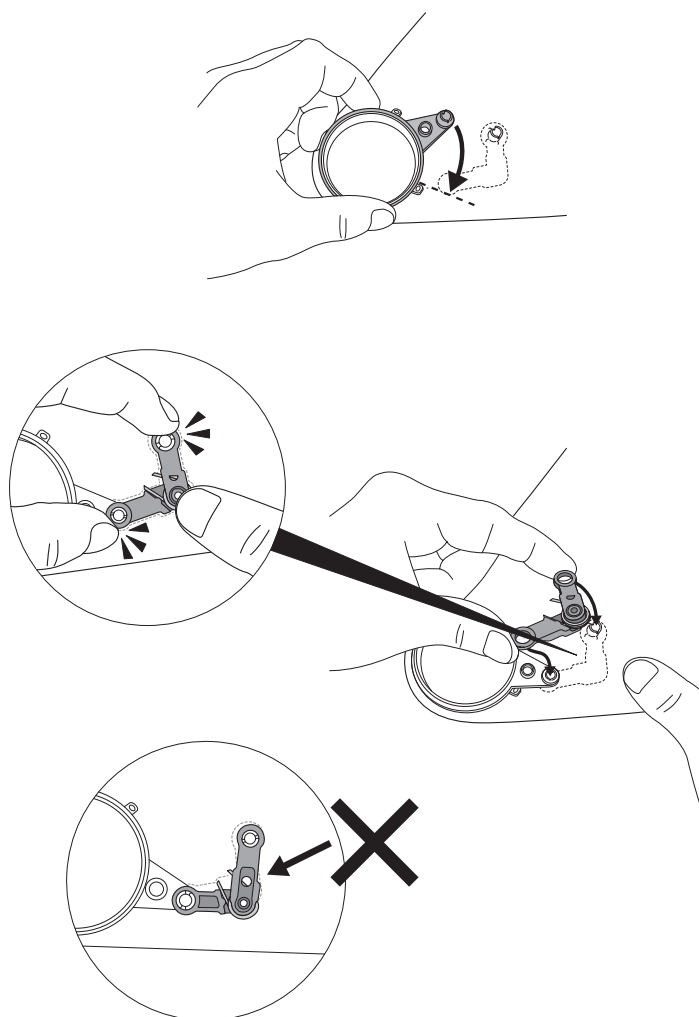

Fig. 26c
- d. Hay un contorno de la bisagra grabado en el interior del protector para soldar. Un brazo del grabado es más corto que el otro. El brazo largo de la bisagra se acopla al anillo de giro, mientras que el brazo corto, al poste del protector externo para soldar. Si está correctamente instalada, la bisagra encaja exactamente en la muesca grabada en el protector externo para soldar (Fig. 26c).